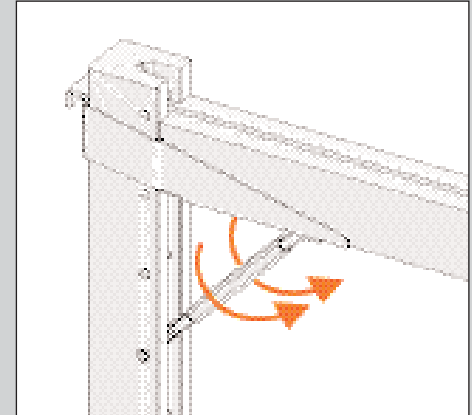

Abb. 12
9. Ziehen Sie die beiden Stangen mit der Hand an. Benutzen Sie anschließend den Gabelschlüssel, um die Stangen noch weiter zu spannen. Drehrichtung gemäß Zeichnung (siehe Abb. 12).